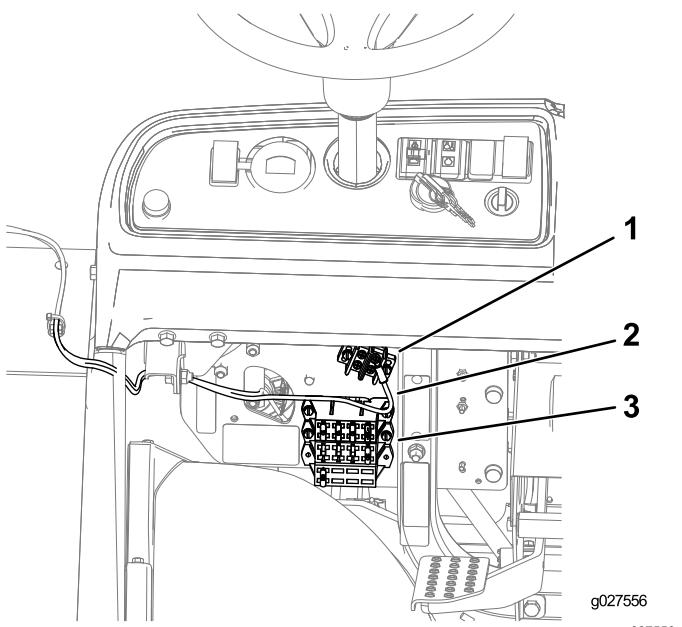

Figure 14
- Workman MDX/MDXD :** Connectez la cosse annulaire du faisceau au bornier de masse sur le support central de la planche de bord (A de Figure 14), et insérez le connecteur du porte-fusibles et le fusible (30 A) dans une connexion libre du porte-fusibles (B de Figure 14).
3. **Workman MD/MDE** : Connectez la cosse annulaire du faisceau au bornier de masse et insérez le connecteur du porte-fusibles et le fusible (30 A) dans une connexion libre du porte-fusibles (B de Figure 14).